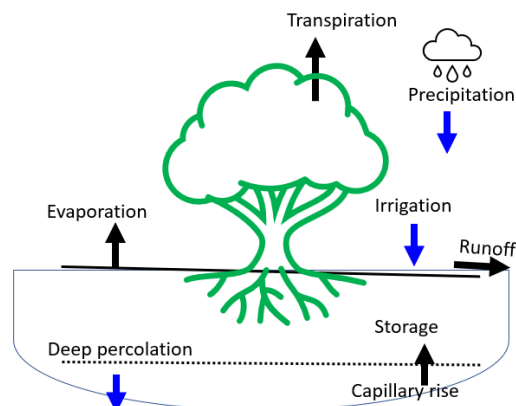

Ilustración 1: Proceso de evapotranspiración y el equilibrio del agua en la tierra
Muchos agricultores utilizan los reportes de Evapotranspiración (ET_c) calculada disponibles a través de las oficinas de Extensión Cooperativa de la Universidad de California ubicadas en diferentes condados. Este método se basa en reemplazar la cantidad de agua utilizada por el cultivo desde el último riego. ET_c representa la pérdida en la tierra (evaporación) y dosel (transpiración) (Ilustración 1) y se calcula multiplicando la referencia ET_o por el coeficiente el cultivo (K) [$ET_c = ET_o \times K_c$]. Existen estudios que han revelado que el ET está vinculado a la cantidad de suelo o dosel que cubren. Por ejemplo, los cultivos con una cobertura completa del dosel, como los campos de alfalfa, cuentan con las tasas más grandes de ET, un poco menos a que si fuera agua a la intemperie. Los científicos han usado esta información para crear un sistema de medición meteorológica. Cuando este sistema es instalado en un área de pasto que recibe un buen riego, puede calcular con exactitud la cantidad máxima de ET diaria. Las estaciones meteorológicas reportan este cálculo llamado ET_o , diariamente. K_c es el coeficiente específico del cultivo para una determinada fase de crecimiento. Existe la posibilidad de regar en exceso si se usa este método, ya que los valores K_c son obsoletos y se usan para diferentes prácticas de manejo y diferentes portainjertos a los que tenemos actualmente. Esto se puede evitar si se usan algunos sensores disponibles actualmente en el mercado para medir el ET real en su huerto. Vamos a hablar sobre cómo ajustar los reportes de ET para los árboles jóvenes. Después de eso, usted puede usar las siguientes ecuaciones para calcular las tasas de aplicación, los horarios de riego y el agua que se debe aplicar: